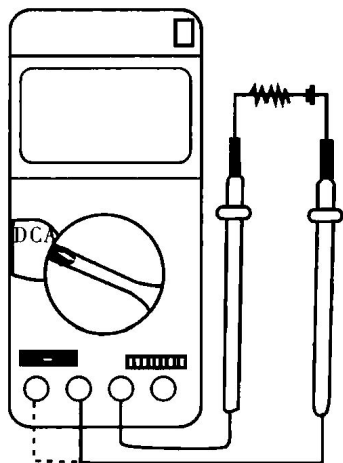

图 2-6 直流电流测量
2) 电流测量：将黑表笔插入“COM”孔内，红表笔插入“mA”或“10 A”孔内（根据测量值大小选择），选择合理量程（测直流电流，将功能开关置于“DCA”量程范围；测交流电流，将功能开关置于“ACA”量程范围），然后将红、黑表笔与被测电路串联，即可进行测量，如图 2-6 所示。在进行电流测量时应该注意，如果使用前不知道被测电流范围，将功能开关置于最大量程并逐渐降低量程：如果显示器只显示“1”，表示过量程，功能开关应置于更高量程；“ $\Delta!$ ”上表示最大输入电流为 200 mA